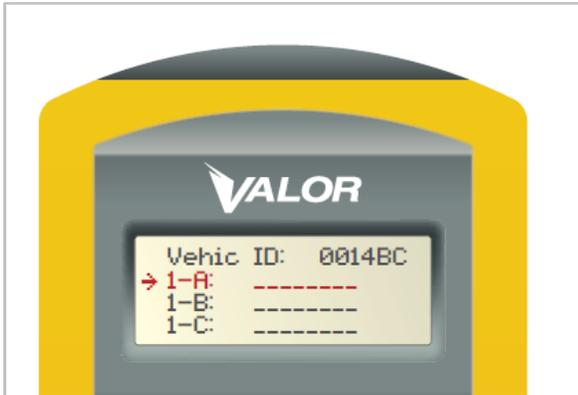

Figura 9
1. Usando los botones de flecha arriba/abajo, seleccione la posición del neumático que quiere programar. Una vez que la flecha → está en la posición del neumático deseada (Figura 9), vaya al neumático correspondiente en el vehículo.